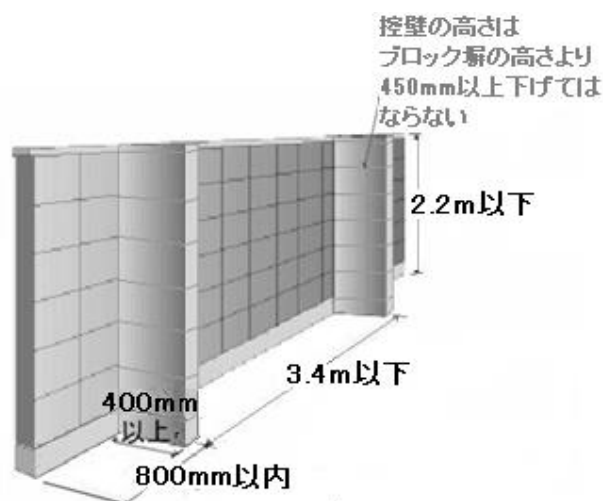

図 3 控壁の高さ及び配置
- ブロック塀の端部は、図 3 に示すように 800mm以内に控壁を設ける。